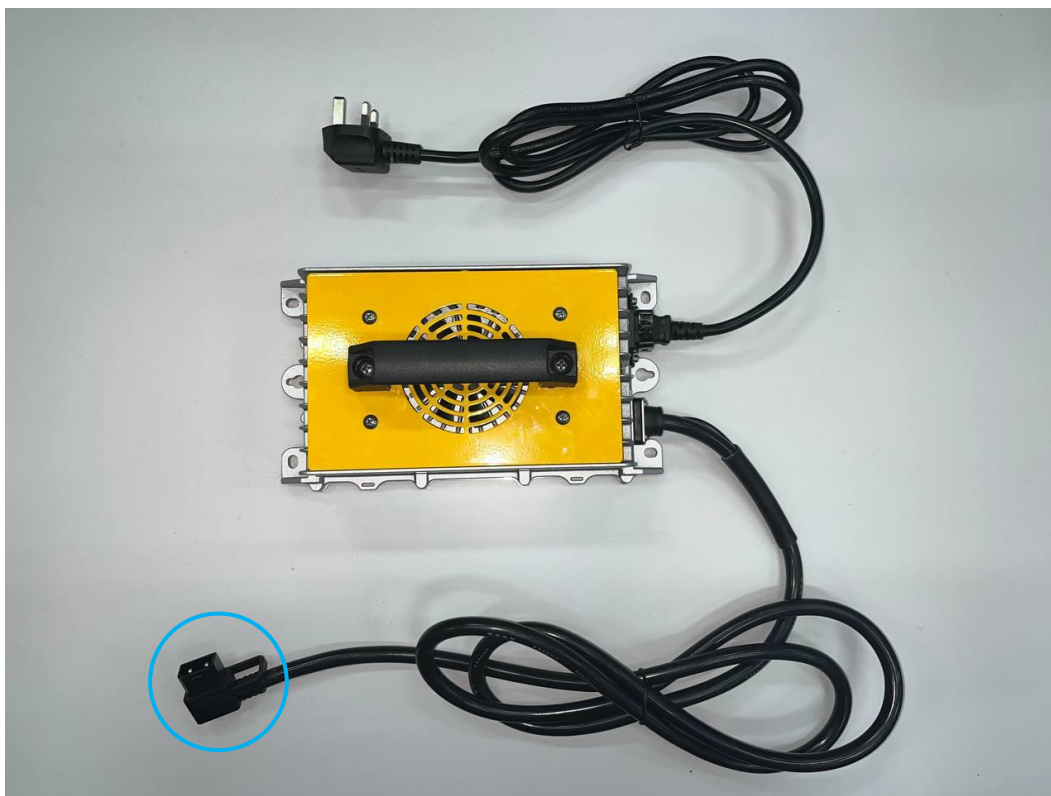

Fig. 2
2. Insérez la fiche du chargeur de batterie (Fig. 2) dans le port de la batterie.